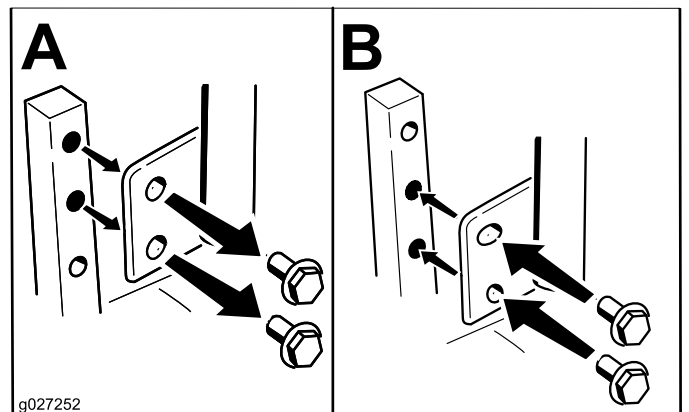

Figure 11
Vous pouvez régler la hauteur des leviers de commande de déplacement de manière à obtenir un confort maximum (Figure 11).
2. Desserrez le boulon inférieur jusqu'à ce qu'il soit possible de pivoter le levier de commande en avant ou en arrière (Figure 11).